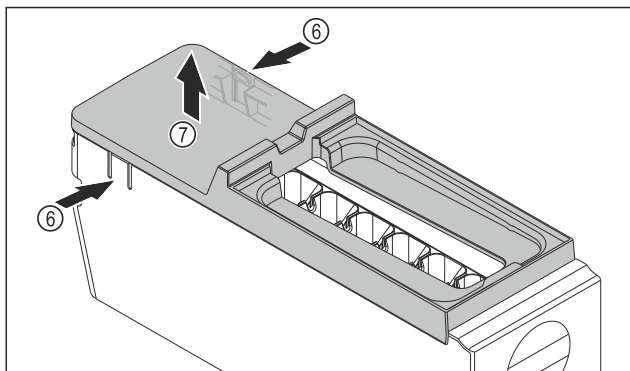

Fig. 132
- Izvadite poklopac tijela sustava EasyTwist-Ice: Pritisnite jezičke Fig. 132 (6) na obje strane tijela sustava EasyTwist-Ice jednom rukom.
- Poklopac Fig. 132 (7) drugom rukom izvucite prema gore.